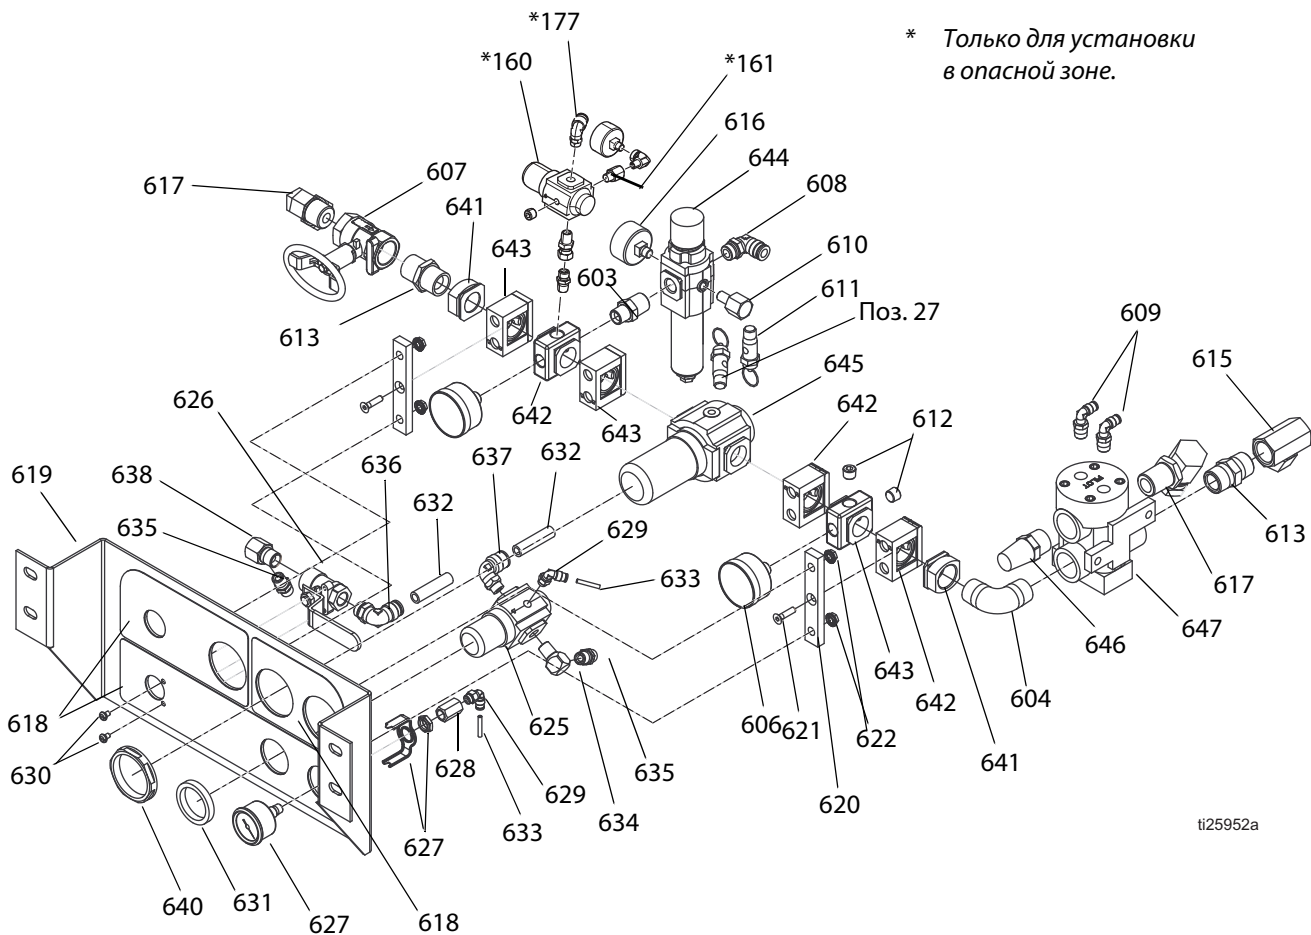

Рис. 5: Блок управления подачей воздуха (18)
3. Открутите четыре гайки (17) на передней части блока пневматического управления (18). См. раздел Рис. 5 на стр. 22.
4. Извлеките узел (18).
1. **Демонтаж узла блока пневматического управления (18).**
2. Открутите две гайки (630) на передней части скобы блока пневматического управления (619). См. раздел Рис. 5 на стр. 22.
3. Отсоедините линию подачи воздуха (632), ведущую к блоку шарового клапана (626).
2. Снимите гайку регулятора (631) и отсоедините линии подачи воздуха (632, 633), ведущие к регулятору (625). См. Рис. 5 на стр. 22.
2. Открутите гайку регулятора и отсоедините линию подачи воздуха в систему. См. раздел Рис. 5 на стр. 22.
3. Выкрутите винты из быстродействующих зажимов и откройте зажимы (642) на шарнире.
4. Снимите узел регулятора (645) и установите вместо него новый.